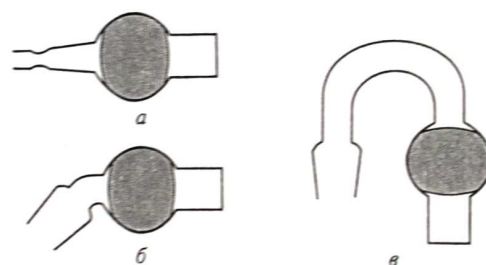

Рис. 34. Хлоркальциевые трубки:
Очистка газа пропусканием через колонки и U-образные трубки, заполненные твердым реагентом (поглотителем), гранулированным или порошкообразным (рис. 34).
Заполнение колонок гранулированными веществами (хлоридом кальция, твердыми гидроксидами натрия или калия, силикагелем, цеолитами и др.) проводят следующим образом: на дно колонки поместите слой стеклянной или каолиновой ваты, затем примерно на $\frac{3}{4}$ высоты колонки слой реагента, а затем опять слой стекловаты (рис. 34, а, б). Стекловата препятствует высыпанию реагента (поглотителя) из колонки и его распылению в токе газа. Для повышения эффективности работы колонок рекомендуется чередовать слои твердого реагента (поглотителя) и стекловаты. Сверху колонку закройте пробкой. Аналогично заполняют U-образные трубки (рис. 34, в, г). Для хранения, даже кратковременного, отводы колонок и U-образных трубок замкните коротким отрезком шланга.
Хлоркальциевую трубку (рис. 34) используют для защиты реакционной смеси от влаги воздуха и, иногда, углекислого газа. Несмотря на название «хлоркальциевая трубка» ее заполняют не только хлоридом кальция, но и натронной известью, оксидом фосфора (V) и другими твердыми реагентами – поглотителями.